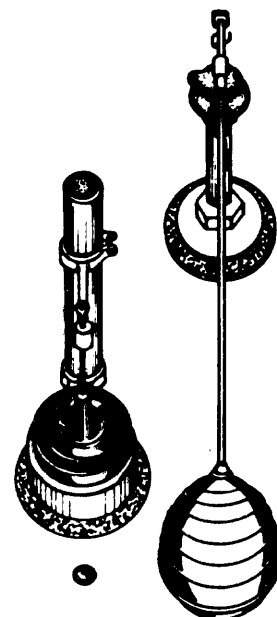

Fig. 12
- 5º paso *Compruebe y corrija la posición del surtidor. Levante el flotante y déjelo caer varias veces, y observe si roza contra el tanque o contra el tubo de rebose (fig. 12).*